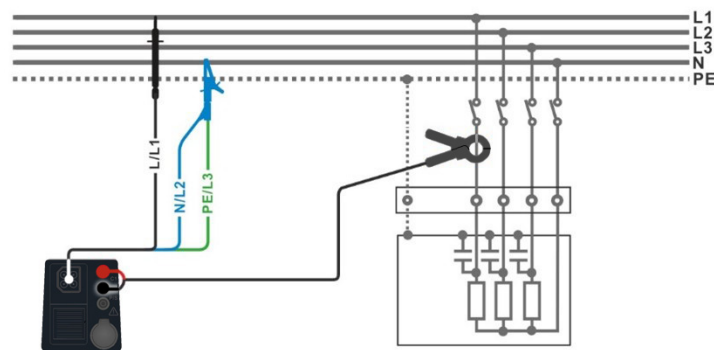

Abbildung 4.54: Leistungsmessung
- › Wählen Sie die Funktion **Leistung (P)** im Menü **LEIST.**
- › Schließen Sie die 3-Leiter-Prüflleitung und die Stromzange am Prüfobjekt an, siehe **Abbildung 4.54.**